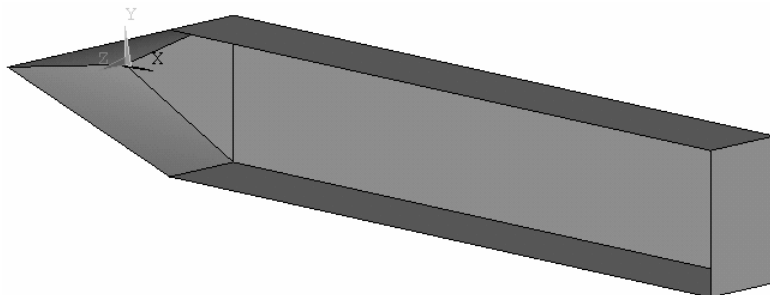

图 9-5 生成船底
(7) 如图 9-5 所示, 连接相应的关键点, 生成船底。